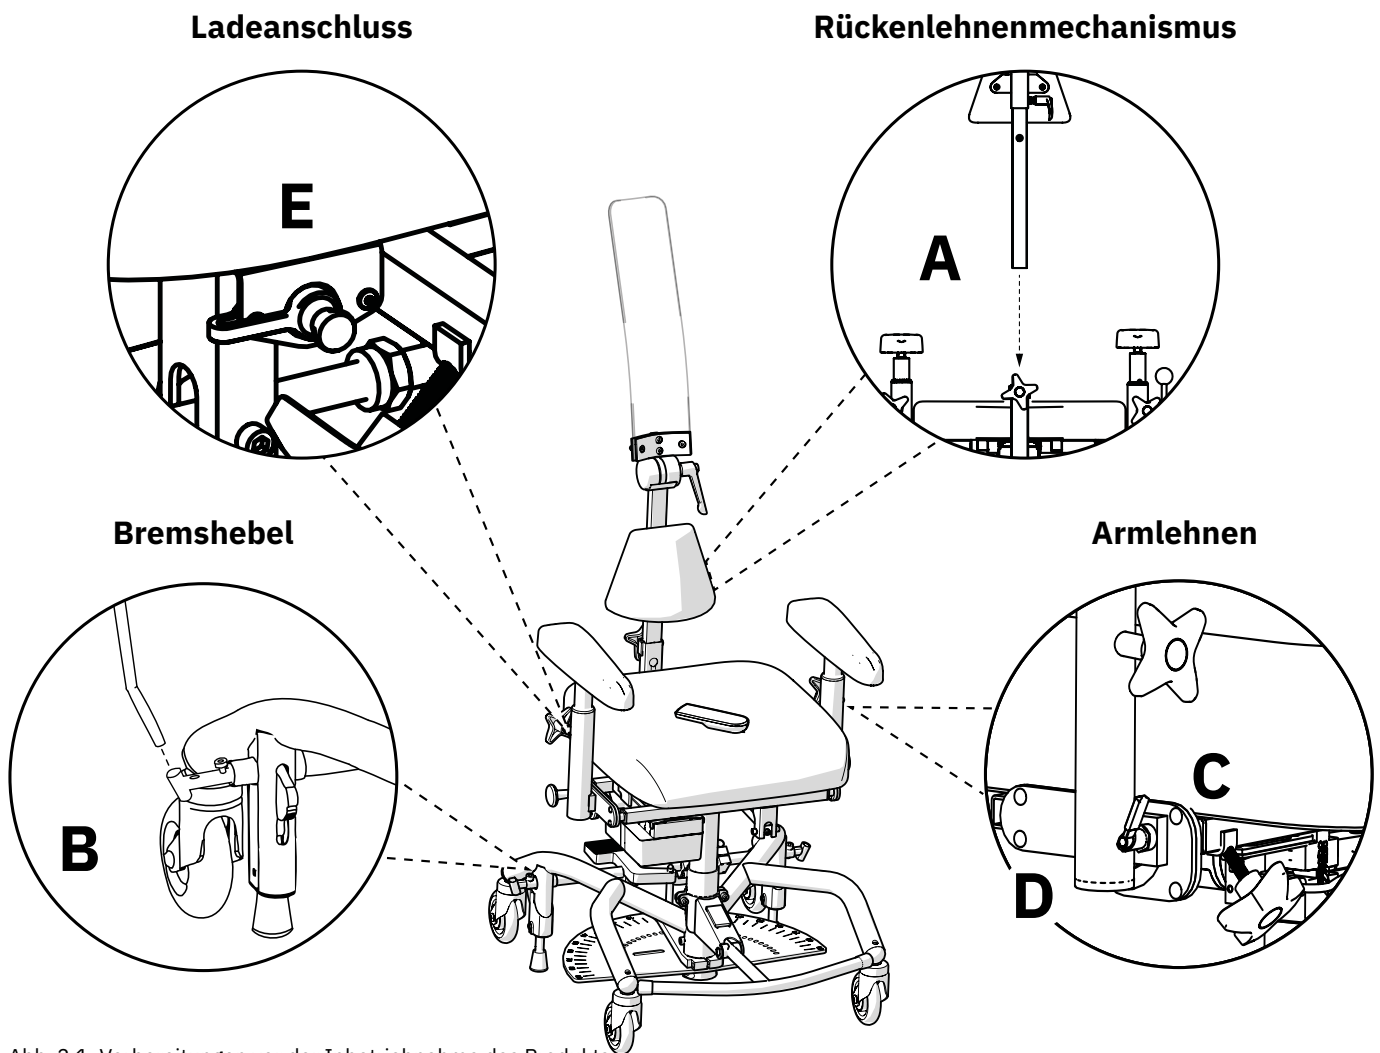

Abb. 2.1. Vorbereitungen vor der Inbetriebnahme des Produkts.
Setzen Sie das Rohr der Rückenlehne in den Rückenlehnenmechanismus (A) ein und stellen Sie die gewünschte Höhe ein, siehe Abb. 2.1. Ziehen Sie sämtliche Handschrauben (A) fest. Die Abbildung zeigt eine der beiden Rückenlehnen, die standardmäßig mit dem Produkt geliefert werden. Zur Einstellung der Rückenlehnen und Rückenmechanismen siehe 5.6. Rückenmechanismus und Rückenlehne.
Wenn die Fußbremse verwendet werden soll, wird empfohlen, den Bremshebel nicht zu montieren. Soll die Handbremsfunktion verwendet werden, ist der Bremshebel wie folgt anzubringen: Stecken Sie den Bremshebel in die Bremshebelhalterung (B), siehe Abb. 2.1. Der Bremshebel kann auf der rechten oder linken Seite montiert werden.
Lösen Sie die Handschrauben an den Armlehnen (C) und stellen Sie die gewünschte Höhe und Breite ein, siehe Abb. 2.1. Ziehen Sie sämtliche Handschrauben (C) fest. Vergewissern Sie sich beim Absenken der Armlehne, dass der Klemmhebelgriff (D) in der Verriegelungsposition einrastet. Wenn der Klemmhebelgriff nicht einrastet, drehen Sie ihn, bis er hörbar einrastet.
Vor der ersten Inbetriebnahme muss bei elektrischen Modellen der Akku aktiviert und/oder geladen werden. Dazu wird das Akkuladegerät am Ladeanschluss des Produkts und an eine Wandsteckdose (E) angeschlossen, siehe Abb. 2.1. Die Ladebuchse kann an verschiedenen Stellen des Produkts montiert werden. In den meisten Fällen wird das Produkt mit der Ladebuchse an der Rückseite der linken Armlehne geliefert.